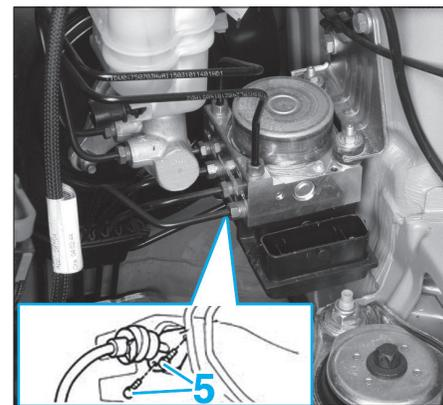

FIG. 5
- Dévisser les vis (5) fixant la bride au tablier puis retirer le câble d'embrayage depuis le compartiment moteur (Fig.5).